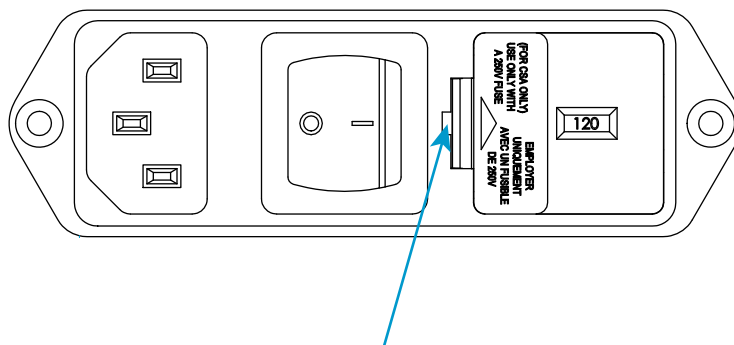

Figure 5. Déboîtement du porte-fusible
1. Vérifiez que l'interrupteur général est sur arrêt (0) et débranchez le câble d'alimentation du secteur. Vérifiez qu'aucune LED n'est allumée sur le panneau de commande du bâti.
2. Insérez un petit tournevis plat dans la fente indiquée par Figure 5 à la page 38 et faites levier sur le porte-fusible.